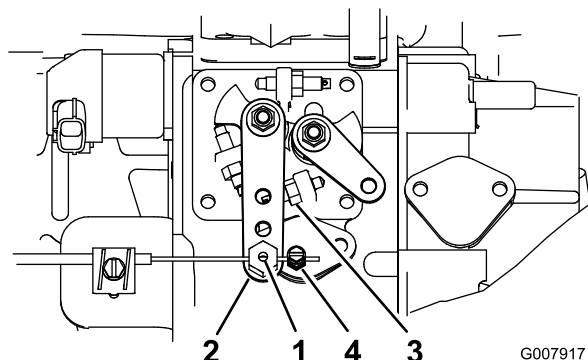

Figura 42
2. Allentate il raccordo del cavo dell'acceleratore, sul cavo dell'acceleratore, vicino alla leva della pompa di iniezione (Figura 42).
3. Tenete il braccio della leva della pompa di iniezione contro il fermo della minima superiore (Figura 42).